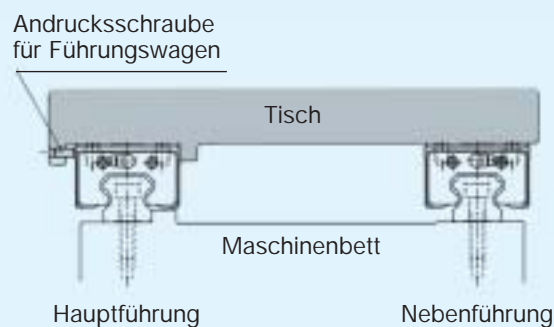

Abb. 12 Beispiel für Montage ohne Andruckschrauben für Führungsschienen auf der Hauptführungsseite
① Den Tisch vorsichtig auf die Führungswagen aufsetzen. Anschließend Befestigungsschrauben einsetzen und provisorisch anziehen.
② Die Führungswagen auf der Hauptführungsseite mit den Andruckschrauben gegen die Bezugsseite des Tisches drücken und den Tisch ausrichten (s. Abb. 12).
③ Die Befestigungsschrauben der Führungswagen an Haupt- und Nebenführungen vollständig festziehen.